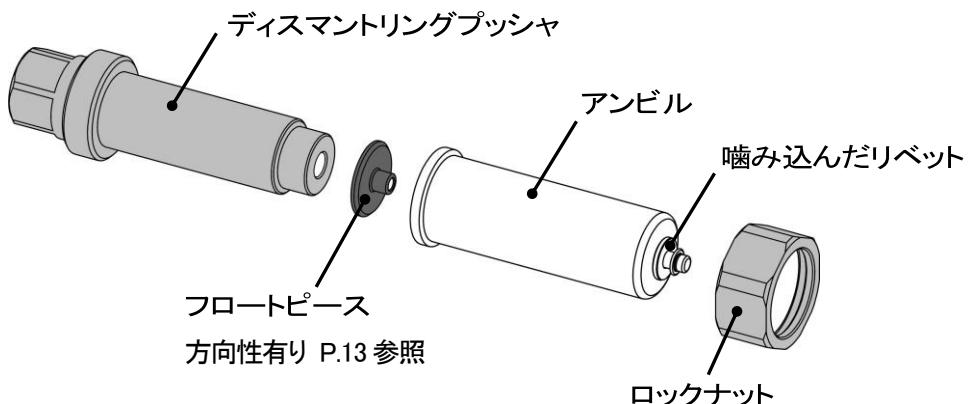

図 8-3
- (2) アンビルをツールに取り付ける要領でフロートピースを組み込み、フロートピース側から付属の工具 (ディスマントリングプッシュ) を挿入し(図 8-3)、ロックナットと工具を締め付けていくと噛み込んだリベットが外れます(図 8-4)。ディスマントリングプッシュは (P19 9-3) 参照ください。